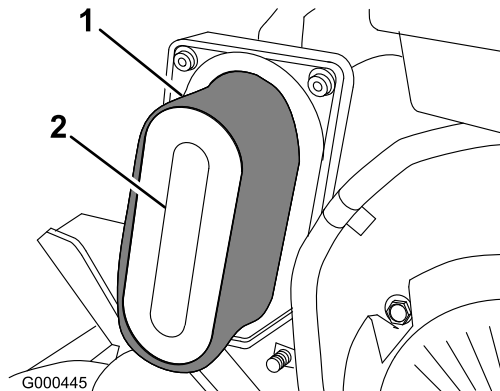

Figura 22
4. Se l'elemento in schiuma sintetica è sporco, toglietelo dall'elemento di carta (Figura 22) e pulite accuratamente come segue: